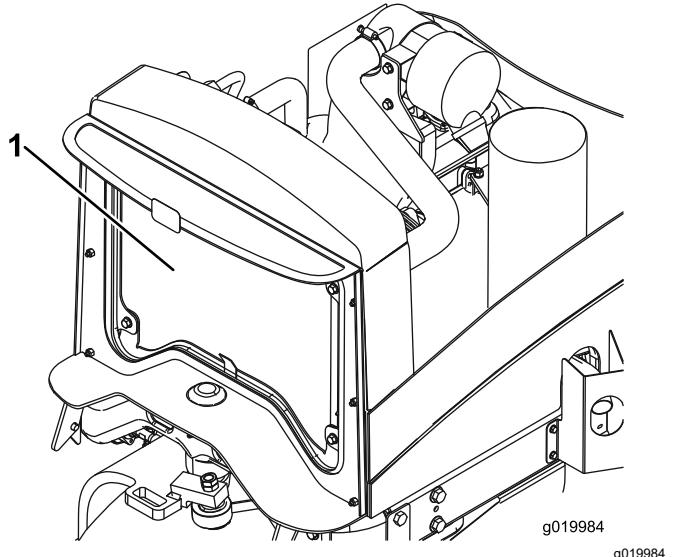

Bild 61
- Reinigen Sie beide Seiten des Kühlers gründlich mit Druckluft (Bild 61).